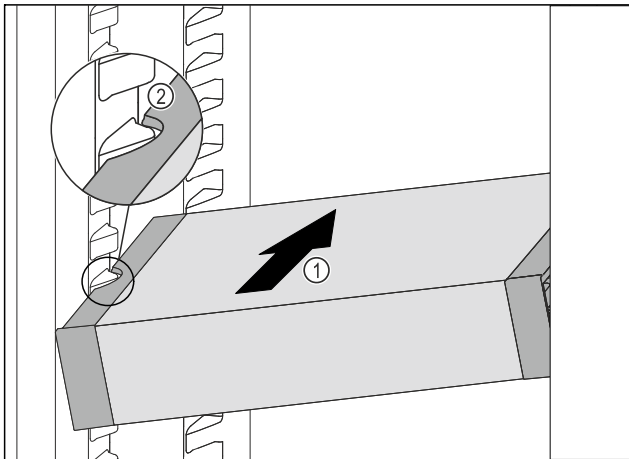

Fig. 133
- ▶ Вставити висувний ящик VarioSafe під кутом в охолоджувальне відділення Fig. 133 (1), доки бокові поглиблення Fig. 133 (2) VarioSafe не будуть розташовуватися на рівні ребра для ємності в охолоджувальному відділенні.